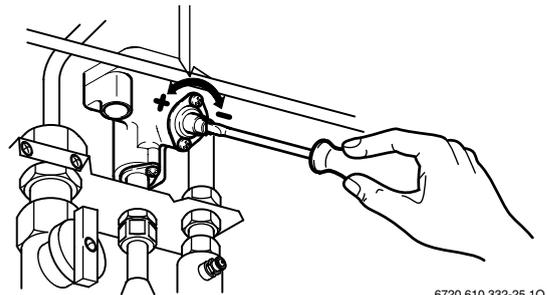

Fig. 20
**(mass. 14 l/min):** ruotando la vite (vedi Fig. 20) del gruppo acqua verso sinistra (+) la portata può essere aumentata fino ad un massimo di 14 l/min.
**(min. 8 l/min):** ruotare la vite (vedi Fig. 20) del gruppo acqua verso destra (-).